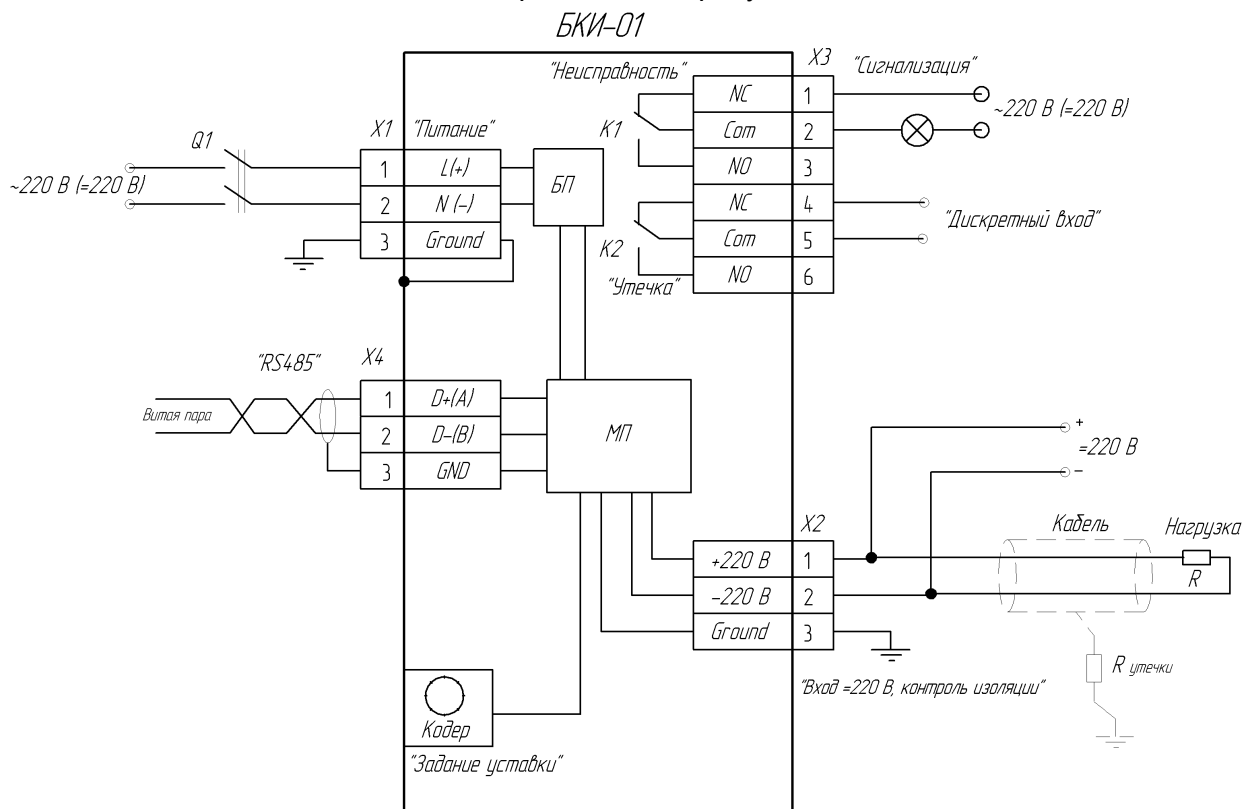

Рисунок 2 – Схема включения БКИ-01
3.6 В БКИ-01 имеются реле «Неисправность» и «Утечка» (см. рисунок 2). При неисправности БКИ-01 и отсутствии питающего напряжения контакты 1, 2 реле «Неисправность» замкнуты, а контакты 2, 3 разомкнуты (разъем X3). В нормальном режиме контакты реле «Неисправность» 2, 3 замкнуты, а контакты 1, 2 разомкнуты. В случае отсутствия утечки (вычисленное значение сопротивления БКИ-01 выше сопротивления задания) контакты реле «Утечка» 4, 5 замкнуты, а контакты 5, 6 разомкнуты (разъем X3). Как только вычисленное БКИ-01 сопротивление станет ниже сопротивления задания, реле «Утечка» переключается и его контакты 5, 6 замыкаются, а 4, 5 – размыкаются (при этом начинает гореть один из индикаторов «Утечка+» или «Утечка-»).